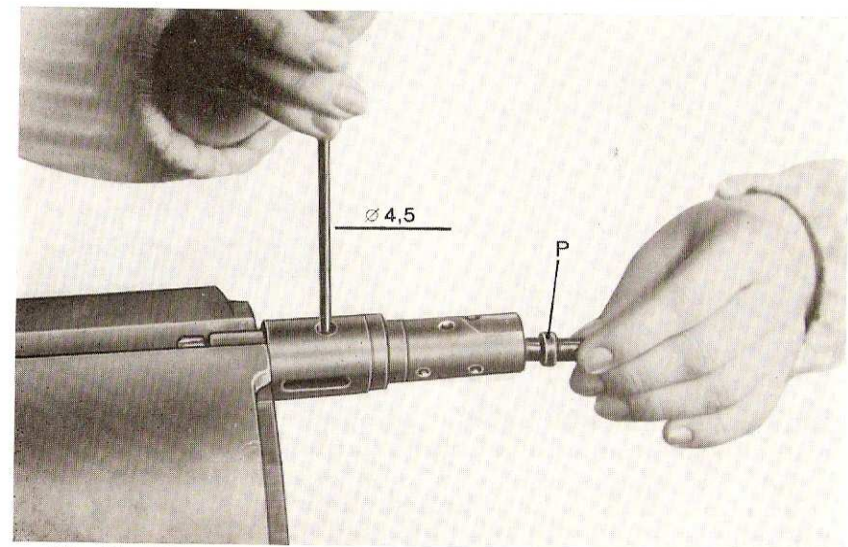

Fig. 11 - Montage de l'axe glissant
3. Fig. 11 - En employant toujours la cheville  $\varnothing 4,5$ , presser la buselure à pointe fermée inférieure afin de pouvoir engager l'axe glissant P.